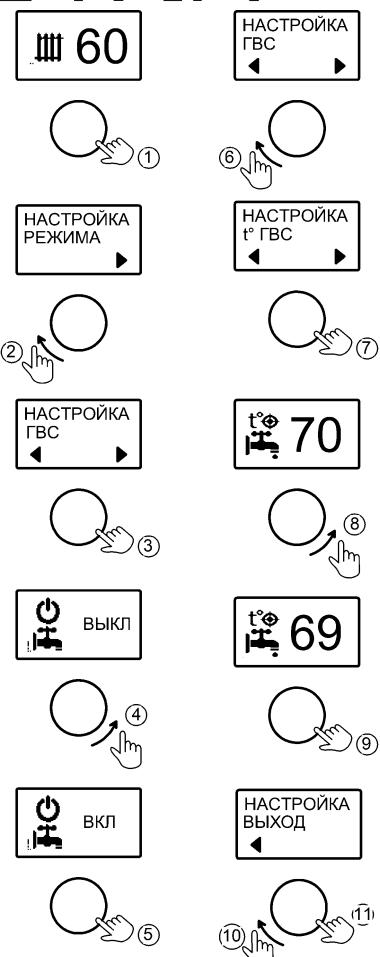

Рисунок 10. Настройка режима «ГВС»
10.4 Вкладки «**ГВС**» и «**ТЕМПЕРАТУРА ГВС**» предусмотрены для включения/выключения режима ГВС и настройки температуры (см. рис. 10). Индикация «ВКЛ» означает разрешение на работу режима ГВС. Индикация
Активация режима и выбор температуры горячей воды показано на рис. 10.